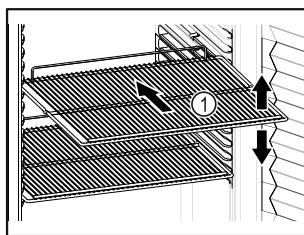

Fig. 60 Simbolična slika
- Če je odlagalna rešetka Fig. 60 (1) premična, jo prilagodite po višini.